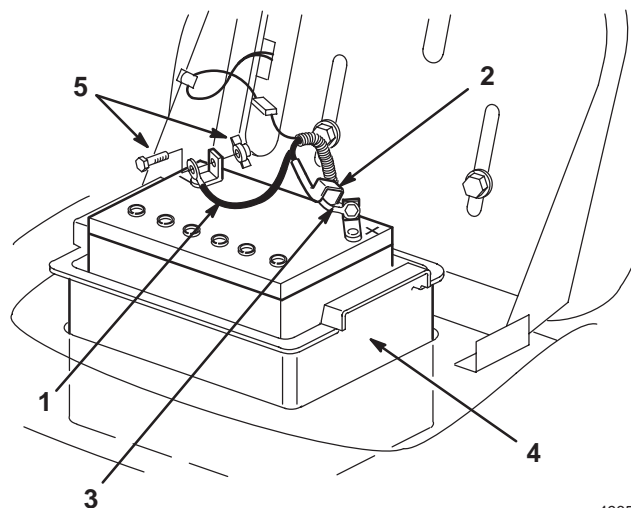

Bild 15
7. Klemmen Sie das Minuskabel (schwarz) vom Batteriepol ab (Bild 15).
9. Klemmen Sie das (rote) Pluskabel vom Batteriepol ab (Bild 15).
10. Entfernen Sie den Batteriekasten und die Batterie aus dem Chassis (Bild 15).
1. Bauen Sie den Batteriekasten und die Batterie in das Chassis ein (Bild 15).
2. Schließen Sie das Pluskabel (rot) mit der Schraube und der Flügelmutter am (+) Pluspol an (Bild 15).
4. Schließen Sie das (schwarze) Minuskabel mit der Schraube und Flügelmutter am (-) Minuspol an (Bild 15).